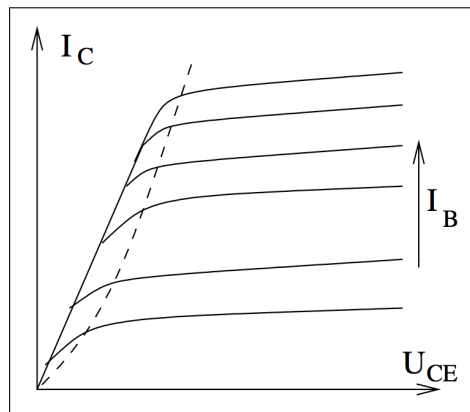

Abbildung 4.20: npn-Transistor Kennlinie
- Die sich ergebende **Ausgangskennlinie** ist in Abb. 4.20 dargestellt. Im normalen Betrieb rechts der gestrichelten Linie ist $U_{CB} > 0$, die BC-Diode also gesperrt. Der Kollektorstrom I_C wird vom Basisstrom gesteuert und hängt nur leicht von der CE-Spannung ab, der differentielle Ausgangswiderstand ist klein. Links von der gestrichelten Linie beginnt die BC-Diode zu leiten, I_C wird unabhängig vom Basisstrom I_B , es findet keine Steuerung mehr statt. (Sättigungsbetrieb)